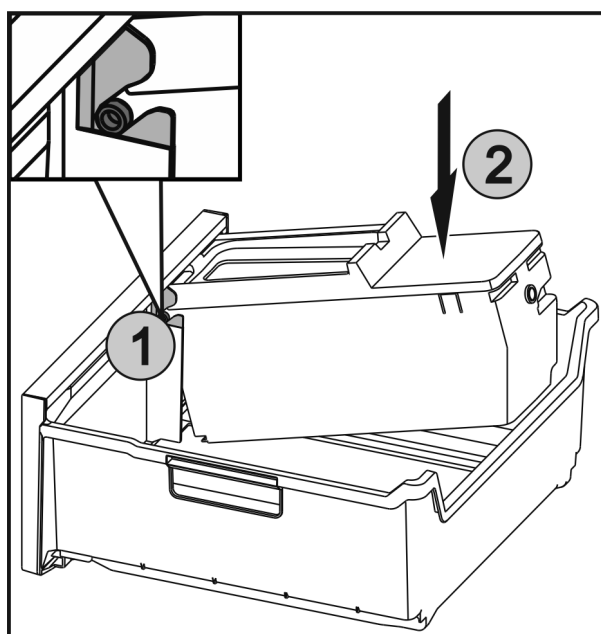

Fig. 83
- ▶ Gredi Fig. 83 (1) predala EasyTwist-Ice vstavite v vodila in zadnjo stran Fig. 83 (2) pritisnite, tako da se spona zaskoči.